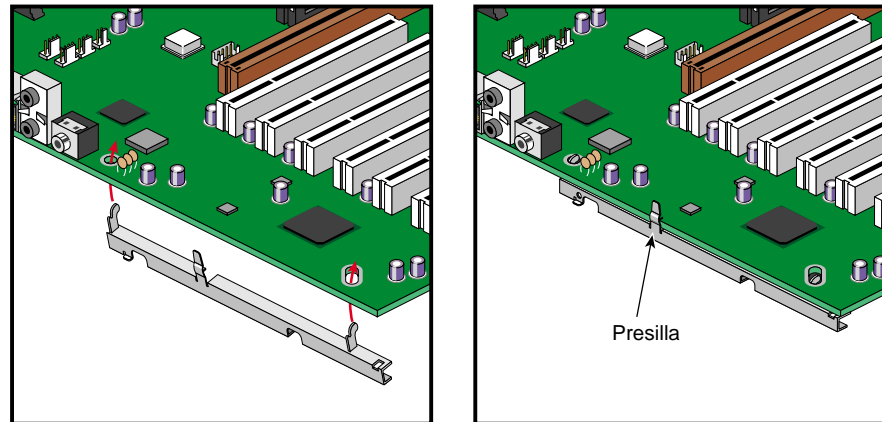

Figura 2-29 Colocación a presión del soporte de sujeción en la tarjeta del sistema
1. Para montar el soporte de sujeción en la tarjeta del sistema, coloque los ganchos en los orificios de la tarjeta y encaje la presilla de sujeción en la tarjeta. En la Figura 2-29 se muestra el procedimiento.